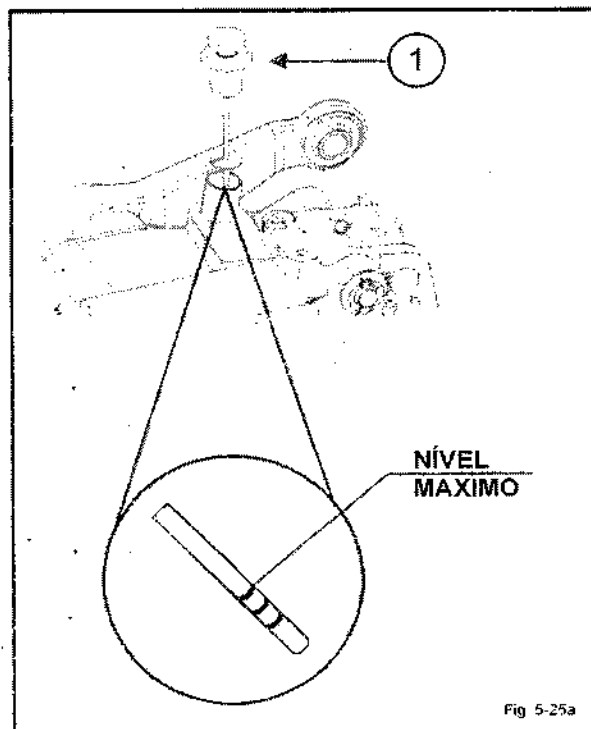

Fig 5-25a
Trocas de óleo de transmissão, eixo traseiro, circuito de direção e circuito hidráulico de levantamento hidráulico. (Fig.5-25A)
2. Remover a tampa 1 (Fig. 5-25A) para facilitar a drenagem do óleo.